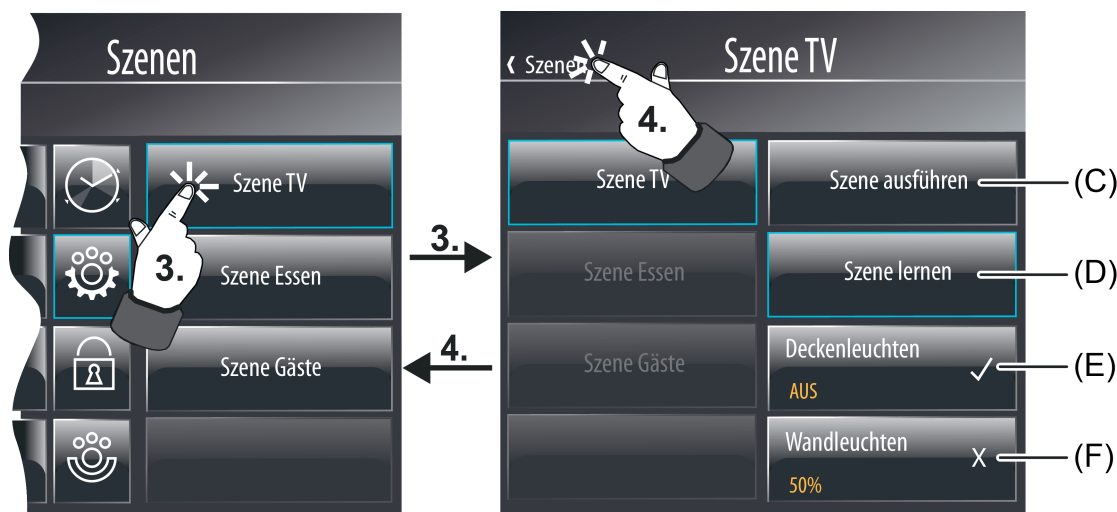

Bild 81: Beispiel einer Szene mit Szenenuntermenü (rechts)
Wird die Sensorfläche einer anpassbaren Szene mit dem Finger berührt (3.), verzweigt das Gerät in das Szenenuntermenü (Bild 81). Dort zeigt das Anzeigedisplays zwei Bedienflächen zum Abruf der Szene (C) und zur Ausführung der Speicherfunktion (D). Darüber hinaus werden alle der Szene zugeordneten Szenenfunktionen in Listenform angezeigt (E+F). Sind mehr als 2 Szenenfunktionen zugeordnet, kann die Liste durch die Sensorflächen \vee / \wedge weitergeschaltet werden. Aktive Szenenfunktionen werden durch das Symbol "✓" gekennzeichnet (E). Inaktive Szenenfunktionen kennzeichnet das Symbol "X" (F).